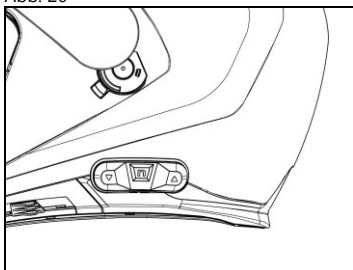

Abb. 22
- Die korrekte Positionierung der Tastenvorrichtung ist auf den Abb. 22 dargestellt.